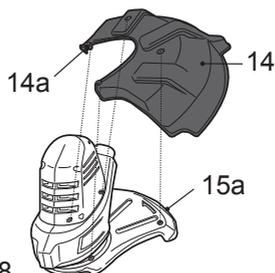

Fig. 8
- > Fixez le capot de protection du coupe-herbe (14) sur celui de la lame (15a) avec les vis (14c) (fig. 8).